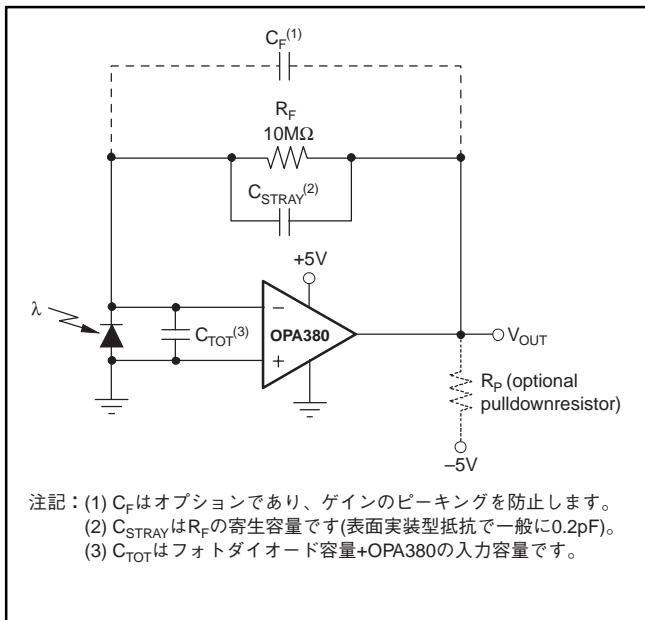

図5. トランシングピーダンス・アンプ
(2) 図5に示すように、 $V_{\text{OUT}}$ と $-5\text{V}$ 間に接続したブルダウン抵抗 $R_P$ だけを負荷とする出力でテストしました。アプリケーション節の「グランド・レベルの出力振幅の実現」も参照願います。
(4) リニア動作の回復に要する時間。
(5) 正電源電圧から回復する時間。
トランスインピーダンス設計に関するキーとなる要素は図5に示してあります。